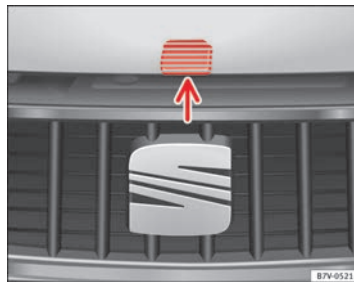

Fig. 169 Leva di sblocco per l'apertura del cofano motore sulla griglia del radiatore.
- Sollevare il cofano motore dalla leva di sblocco ⇒ **fig. 169** (freccia) e aprirlo completamente. Il cofano motore rimane aperto grazie alle molle a gas.